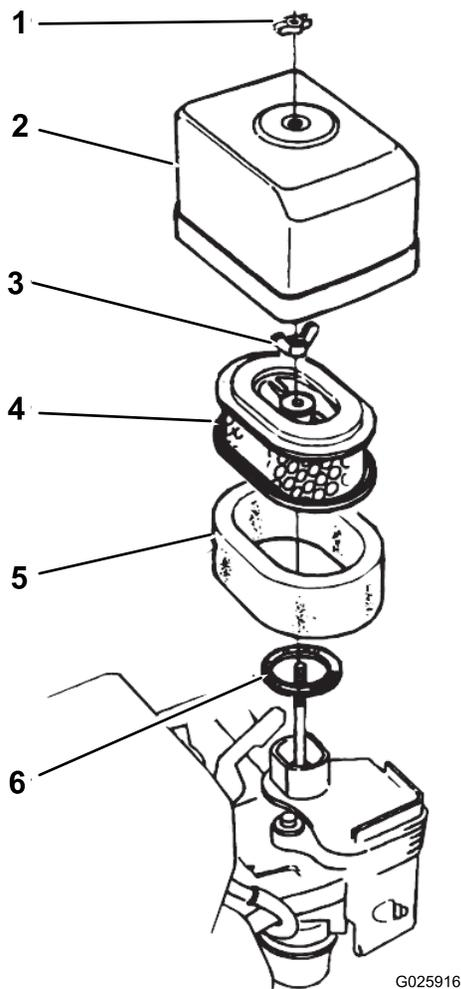

Figura 32
2. Retire a porca de orelhas que fixa a cobertura do filtro de ar e retire a cobertura (Figura 32).
4. Retire a porca do filtro de ar e retire o filtro (Figura 32).
5. Retire o filtro de esponja do filtro de papel (Figura 32).